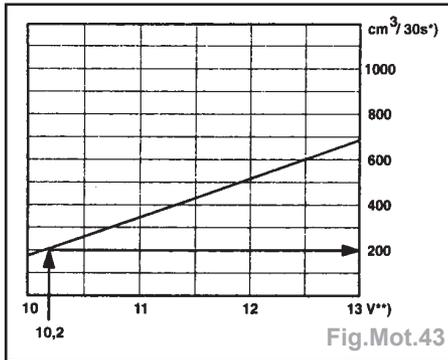

Fig.Mot.43
- Comparer la quantité de carburant refoulée avec la valeur assignée (Fig.Mot.43).